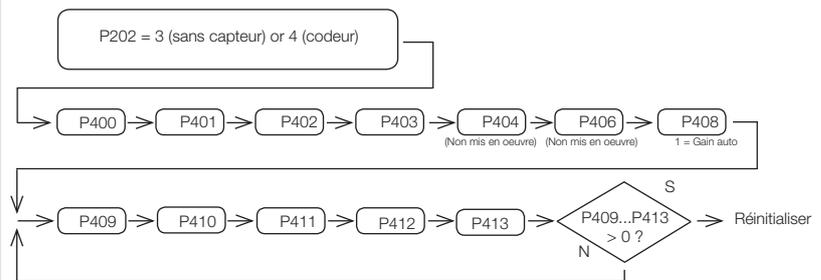

Figure 11.22: Séquence de la routine de démarrage guidée
- Lorsque P202 est programmé pour la commande vectorielle sans capteur (P202 = 3) ou vectorielle avec codeur (P202 = 4), l'onduleur passe à la routine de démarrage guidée (voir la Figure 11.22 à la page 11-36).